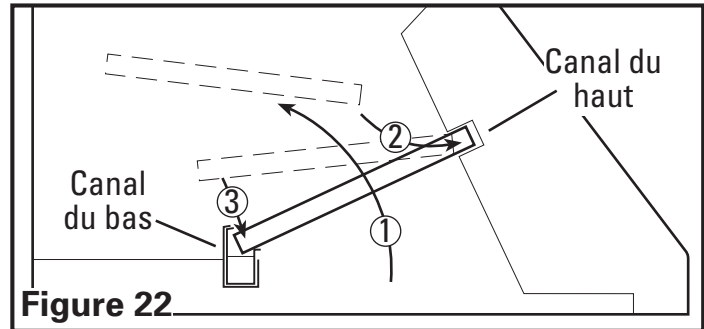

Figure 22
3. Installer les filtres déflecteurs avec les barres d'espacement qui sont requises en insérant le dessus du filtre dans le canal du haut de la hotte, puis glisser le bas du filtre dans le canal du bas. Les filtres ont un sens pour le haut et le bas. Le bas sur le filtre aura des petits trous pour le drainage. Ces trous doivent faire face vers le bas en direction du dalot à graisse pour être efficaces. Dans les modèles avec espaceurs, il est plus facile d'installer le(s) espaceur(s) d'abord et les filtres à graisse en dernier (Figure 22).